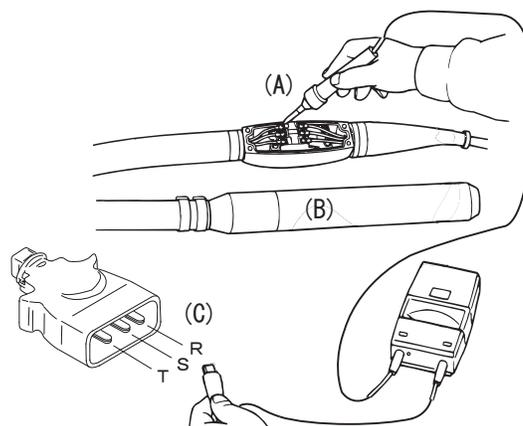

Figure 7. Test de résistance d'isolement
6. Lorsque l'interrupteur est sous tension, vérifier la résistance d'isolement entre la borne de la fiche et la tête vibrante (Figure 7).